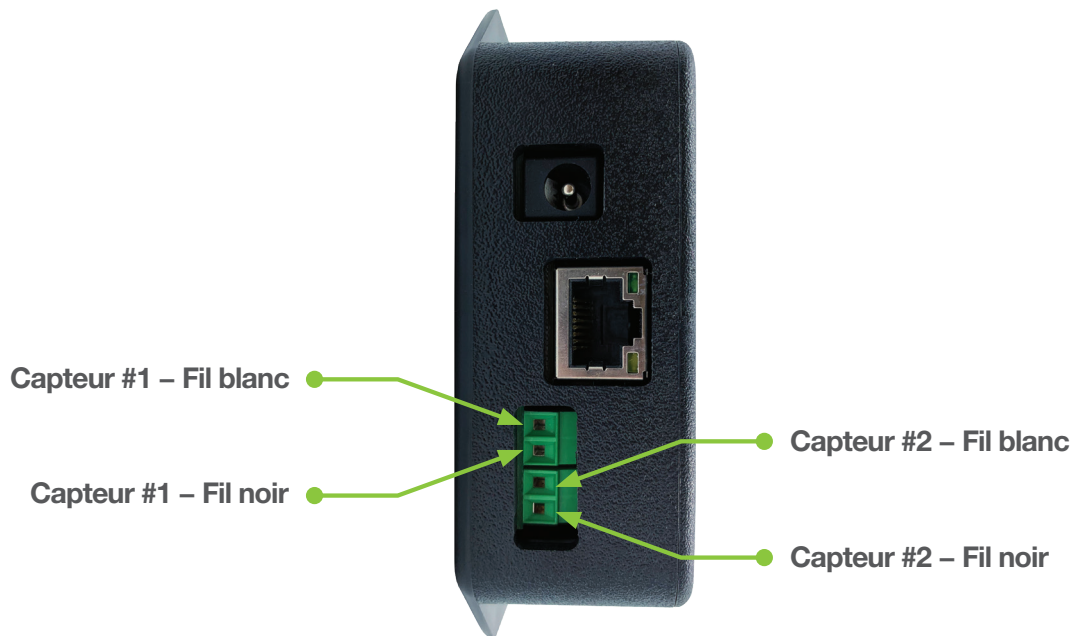

Figure 3 : Connexions des capteurs de courants au module EVCCS
5. Connecter les fils des capteurs de courant tel qu'illustré à la Figure 3 :